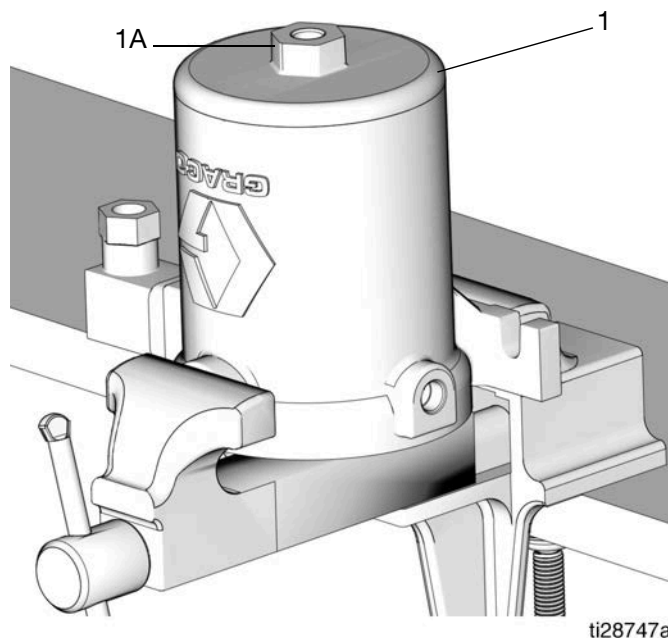
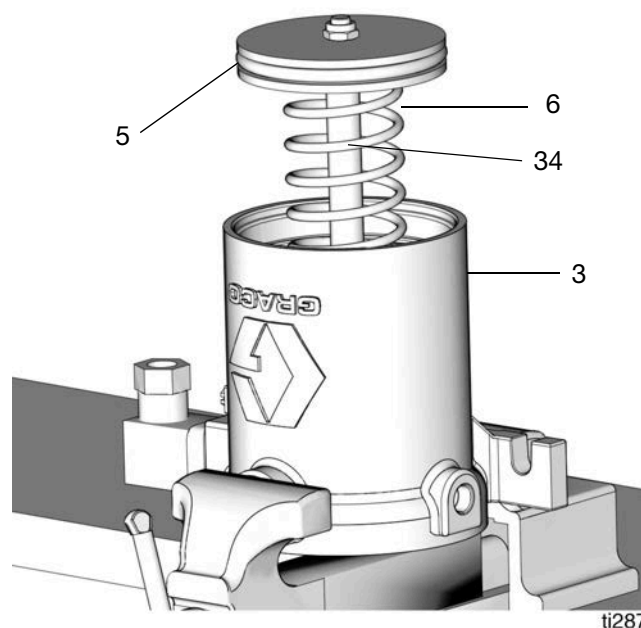

FIG. 19
FIG. 20
16. Inspeccione el conjunto del pistón (33) en busca de arañazos y otros daños. Si estuviera dañado, cambie el conjunto del pistón de la bomba (33).
17. Coloque de nuevo el cilindro del motor neumático en un tornillo de banco para acceder a la parte inferior (FIG. 19).
18. Fije una llave a la tuerca de la tapa (1a). Gírela en sentido contrario a las agujas del reloj para aflojar y sacar la tapa (1) de la parte inferior del cilindro del motor neumático. (FIG. 19).
NOTA: Hay un muelle (6) (FIG. 20) dentro del cilindro del motor neumático (3) debajo del pistón (5). Presione la parte superior de la tapa (1) y sujétela mientras afloja los tornillos de la tapa (1A) (vea la FIG. 19).
20. Junta tórica del eje del pistón (36) junta del pistón (4)
- Saque el eje del pistón (34), el pistón (5) y el muelle (6) del cilindro del motor neumático (3) (vea la FIG. 20).